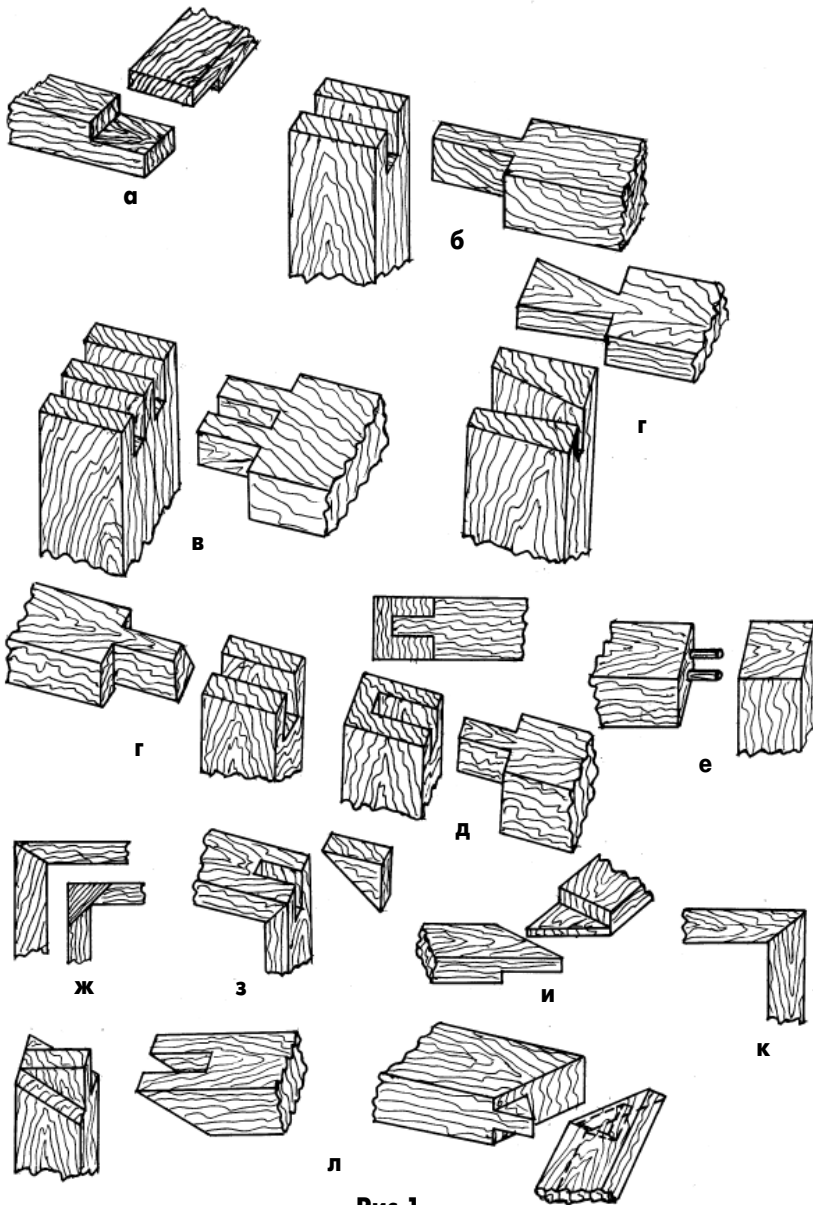

Рис.1
10. "Ус" со вставными шкантиками требует аккуратной и точной подгонки отверстий, шкантиков и торцов брусков (рис.1,к).
11. "Ус" сквозной с потайным шипом достаточно прочный, однако требует точной подгонки торцов деталей. Шипы делают толщиной от 1/3 до 1/5 толщины брусков (рис.1,л).